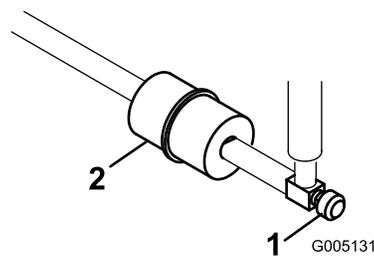

图31
管线式燃油滤清器位于油箱与化油器之间的燃油管内图31。
1. 关闭燃油切断油阀图31。
2. 将放油盘放到滤清器下方拧松滤清器化油器侧的软管夹然后从滤清器中取出燃油管线图31。
3. 松开另一个软管夹然后取下滤清器图31。